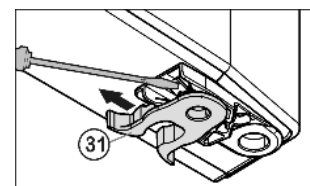

Fig. 11
- ▶ Pružinovou svorku Fig. 11 (31) přesadit: Stisknout zarážku pro uchycení, přesto stáhněte pružinovou svorku.